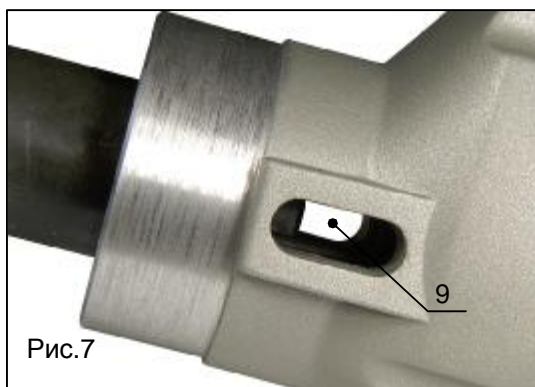

Рис.7
1. Пробным включением электродрели добейтесь совпадения отверстий (поз.9, рис.7) в корпусе редуктора и шпинделе электродрели.